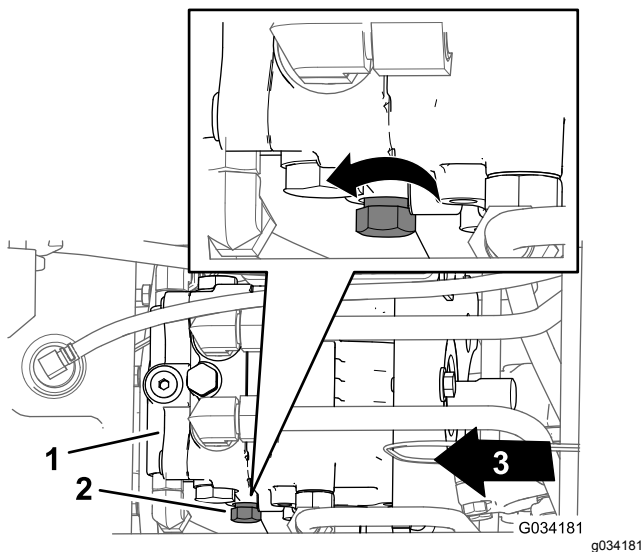

Figura 32
2. Localize o manípulo de controlo para a válvula de derivação no lado esquerdo da bomba hidráulica (Figura 32).
3. Rode o manípulo de controle três voltas para o lado contrário aos ponteiros do relógio (Figura 32).
1. Localize o manípulo de controle para a válvula de derivação no lado esquerdo da bomba hidráulica (Figura 32).
2. Rode o manípulo de controle (Figura 32) no sentido dos ponteiros do relógio até que sinta uma resistência (a válvula de derivação está fechada).